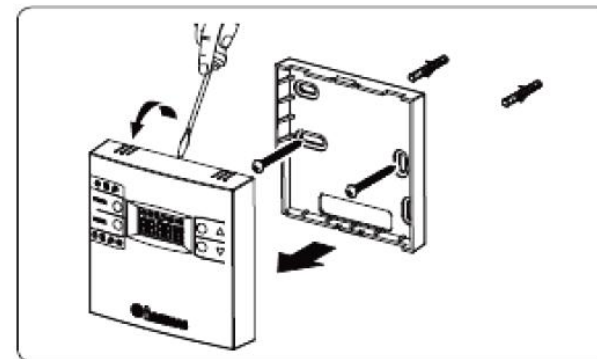

Рис. 1
1. Отделите крепежную панель от корпуса MINI CRD (Рис. 1).
2. Используя специальные отверстия в задней стенке устройства, закрепите MINI CRD непосредственно на стене (Рис. 1). Используйте специальные винты, поставляемые в принадлежностях.
4. Защелкните корпус MINI CRD на крепежной панели (Рис. 1).